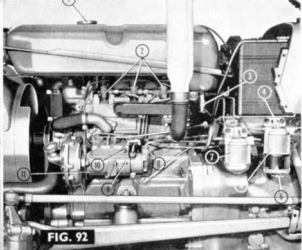

FIG. 92
2. Draai de ontluchtingsschroef (4. Fig. 92) boven op het primaire brandstoffilter los. Bedien het handle van de brandstofopvoerpomp, totdat de brandstof zonder luchtbellens uit de ontluchtingsschroef komt. Draai de schroef vast.
3. Draai de twee ontluchtingsschroeven (1) en (2) op de brandstofpomp los en bedien het handle van de brandstofopvoerpomp, totdat de brandstof zonder luchtbellens uit de schroeven komt. Draai onder het pompen eerst de onderste en daarna de bovenste ontluchtingsschroef vast.
4. Draai de ontluchtingsschroef op de nippel van de inlaatleiding (3) van de pomp los en bedien het handle van de brandstofopvoerpomp, totdat de brandstof zonder luchtbellens rond de draad komt. Draai deze nu weer vast.